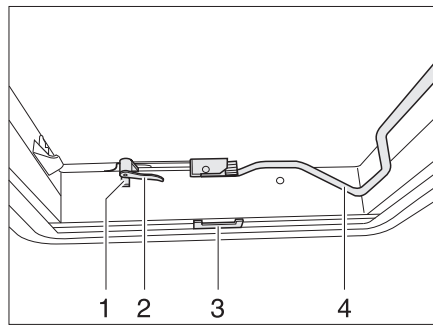
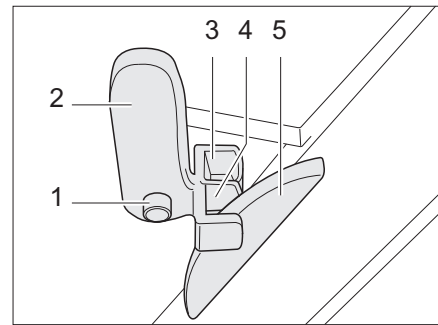

Fig. 45 Lanterneau Heki, fermé
Fig. 46 Lanterneau Heki en position de ventilation 1
- Appuyer sur le bouton de sûreté (Fig. 45,1) et tourner d'un quart de tour vers l'intérieur le levier de verrouillage (Fig. 45,2).
- Tirer l'étrier (Fig. 45,4) vers le bas, hors du dispositif de blocage.
- Tourner le levier de verrouillage (Fig. 45,2 et Fig. 46,2) d'un quart de tour. Le nez du dispositif de verrouillage du toit (Fig. 46,5) doit s'enclencher dans la fourche de verrouillage (Fig. 46,3).
- Enfoncer le bouton de sûreté (Fig. 46,1) et remettre le levier de verrouillage (Fig. 46,2) dans sa position initiale. Le nez du dispositif de verrouillage du toit (Fig. 46,5) doit s'enclencher dans la fourche de verrouillage (Fig. 46,4) inférieure.